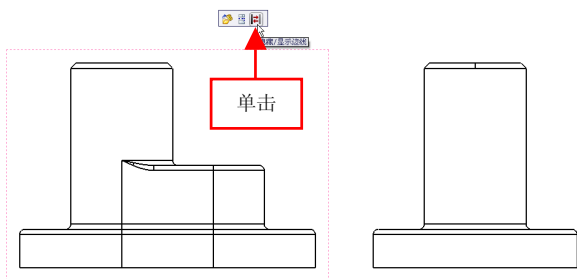

图 12-23 单击【隐藏/显示边线】按钮
(2) 选择左侧视图对象，弹出相应的对话框，单击【隐藏/显示边线】按钮，如图 12-23 所示。